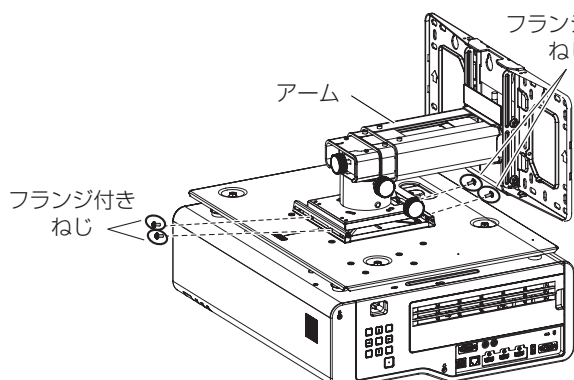

図 4
- 4) 取付用ベース金具を、付属のフランジ付きねじ (M4 × 10) 4 本で壁掛取付金具本体に固定する (図 4)